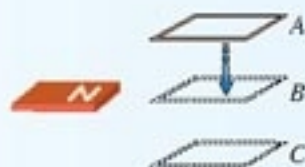

图 4.3-11 判断线圈内感应电流的方向
4. 如图 4.3-11 所示，在水平放置的条形磁铁的  $N$  极附近，一个闭合线圈向下运动并始终保持水平。在位置  $B$ ， $N$  极附近的磁感线正好与线圈平面平行。试判断线圈在位置  $A$ 、 $B$ 、 $C$  时感应电流的方向。